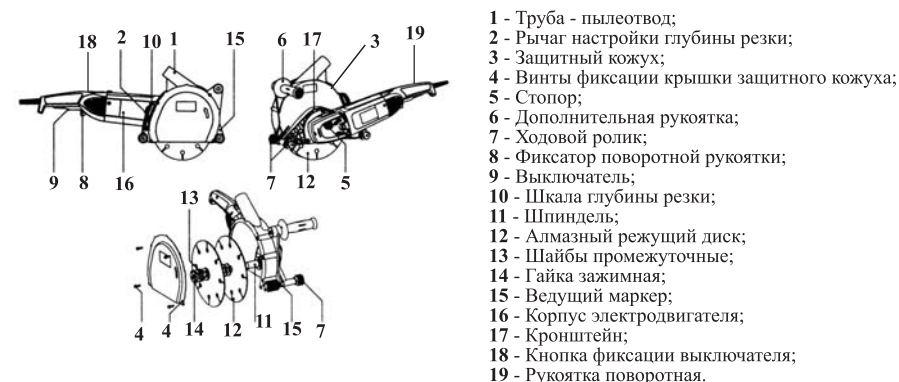

рис. 1
4.1 Общий вид штробореза схематично представлено на рис. 1
Установите кронштейн 17 (рис. 1) с кожухом 3 (рис. 1) таким образом чтобы направляющие винты кронштейна попали в пазы на редукторной части штробореза. Затем завинтите гайки до стабильной фиксации защитного кожуха 3 (рис. 1).
Установите штроборез так, чтобы была видна шкала глубины резки 10 (рис. 1). Ослабьте рычаг настройки глубины резки 2 (рис. 1) и настройте его на минимальную глубину. Зафиксируйте шпиндель стопором 5 (рис. 1). Ключём отвинтите зажимную гайку 14 (рис. 1) и снимите промежуточные шайбы 13 (рис. 1) со шпинделем 11 (рис. 1). Установку дисков производите в обратном порядке.
Ширина прорезаемой штры определяется количеством промежуточных шайб, установленных между двумя алмазными режущими дисками 12 (рис. 1), и шириной пропила, возникающего в результате резания режущими дисками. Ширина штры рассчитывается следующим образом: **Ширина штры = толщина промежуточных шайб + толщина алмазных режущих дисков**. Работать допускается только либо с двумя
Насадите на шпиндель 11 (рис. 1) одну промежуточную шайбу 13 (рис. 1). Затем насадите на шпиндель алмазный режущий диск 12 (рис. 1), промежуточные шайбы 13 (рис. 1) и еще один режущий диск 12 (рис. 1). Независимо от желаемой ширины штробы всегда должны быть монтированы все промежуточные шайбы 13 (рис. 1), входящие в комплект поставки. Между двумя алмазными режущими дисками 12 (рис. 1) должна быть смонтирована, как минимум, одна промежуточная шайба 13 (рис. 1).